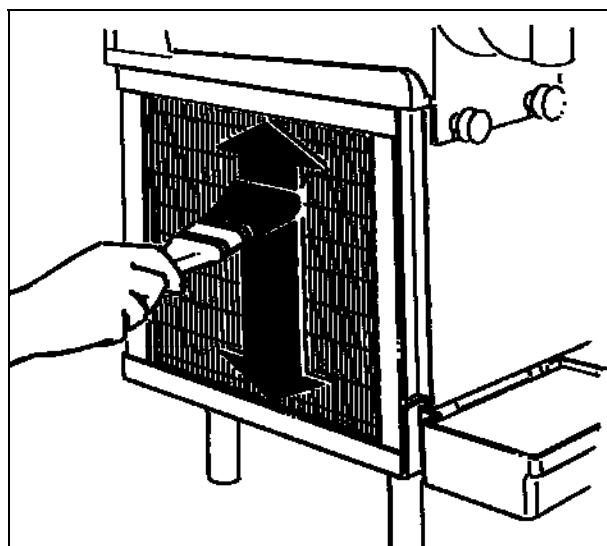

Fig. 22
- Limpiar las aletas del condensador eliminando el polvo de este con un pincel o una aspiradora (ver la fig.22).